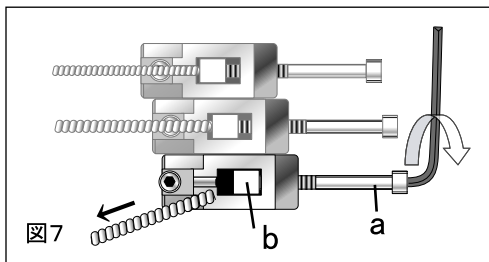

図7
- ・ストリングロックスクリュー(図7-a)を、ストリングロックインサートブロック(図7-b)がフリーになるまで緩めるとサドルから弦が外れます。